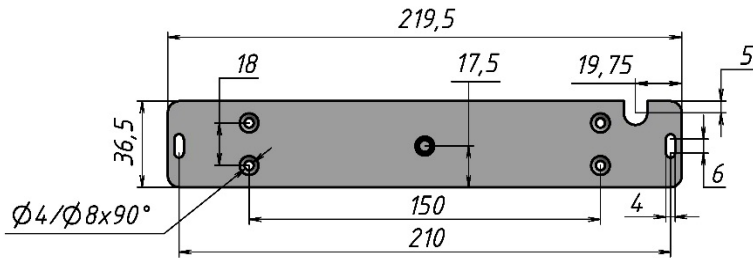

Рисунок 4 – Основание
5.2 Основание крепится на дверной коробке через два овальных отверстия саморезами Ø3 мм с учетом габаритно- установочных размеров и расположения выводов управления (рисунок 4). Далее, на ось основания устанавливается корпус.